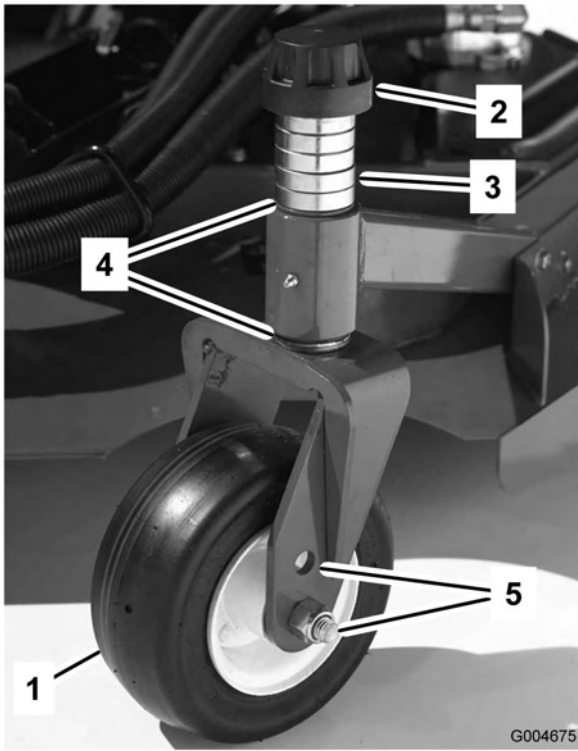
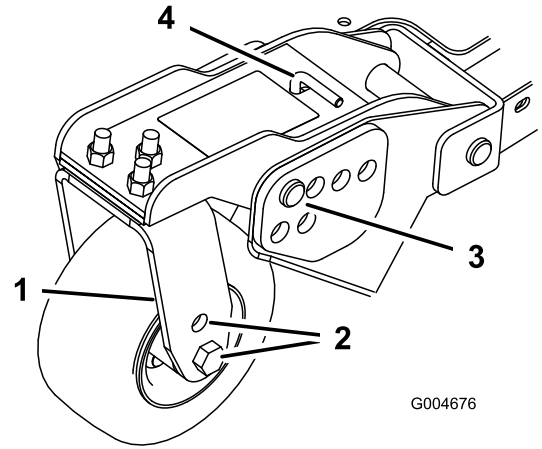
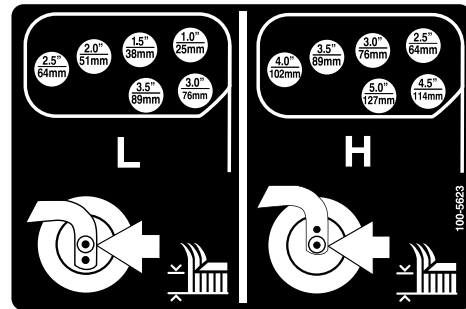

Bild 18
Bild 20
Bild 21
- Stecken Sie die Laufradachsen in allen Gabeln in die gleichen Löcher (Bild 18 und Bild 20). Siehe die nachstehende Tabelle, um das richtige Loch für die jeweilige Einstellung festzustellen.
- Entfernen Sie die Spannkappe von der Spindelwelle (Bild 18) und ziehen die Spindel aus dem Laufradarm heraus. Ziehen Sie zwei Beilagscheiben (3 mm) so auf die Spindelwelle, wie sie ursprünglich montiert waren. Diese Beilagscheiben sind erforderlich, um alle Mähwerke über die Breite auf ein Niveau zu bringen. Ziehen Sie die erforderliche Anzahl von 13 mm Distanzstücken (siehe die nachstehende Tabelle) auf die Spindelwelle, um die gewünschte Schnitthöhe herbeizuführen; ziehen Sie dann die Scheibe auf die Welle auf.
- 4. Entfernen Sie den Splint und den Lastösenbolzen von den Laufradgelenkarmen (Bild 20).
im Mähwerkrahmen ausgerichtet sind (Bild 20 und Bild 21).